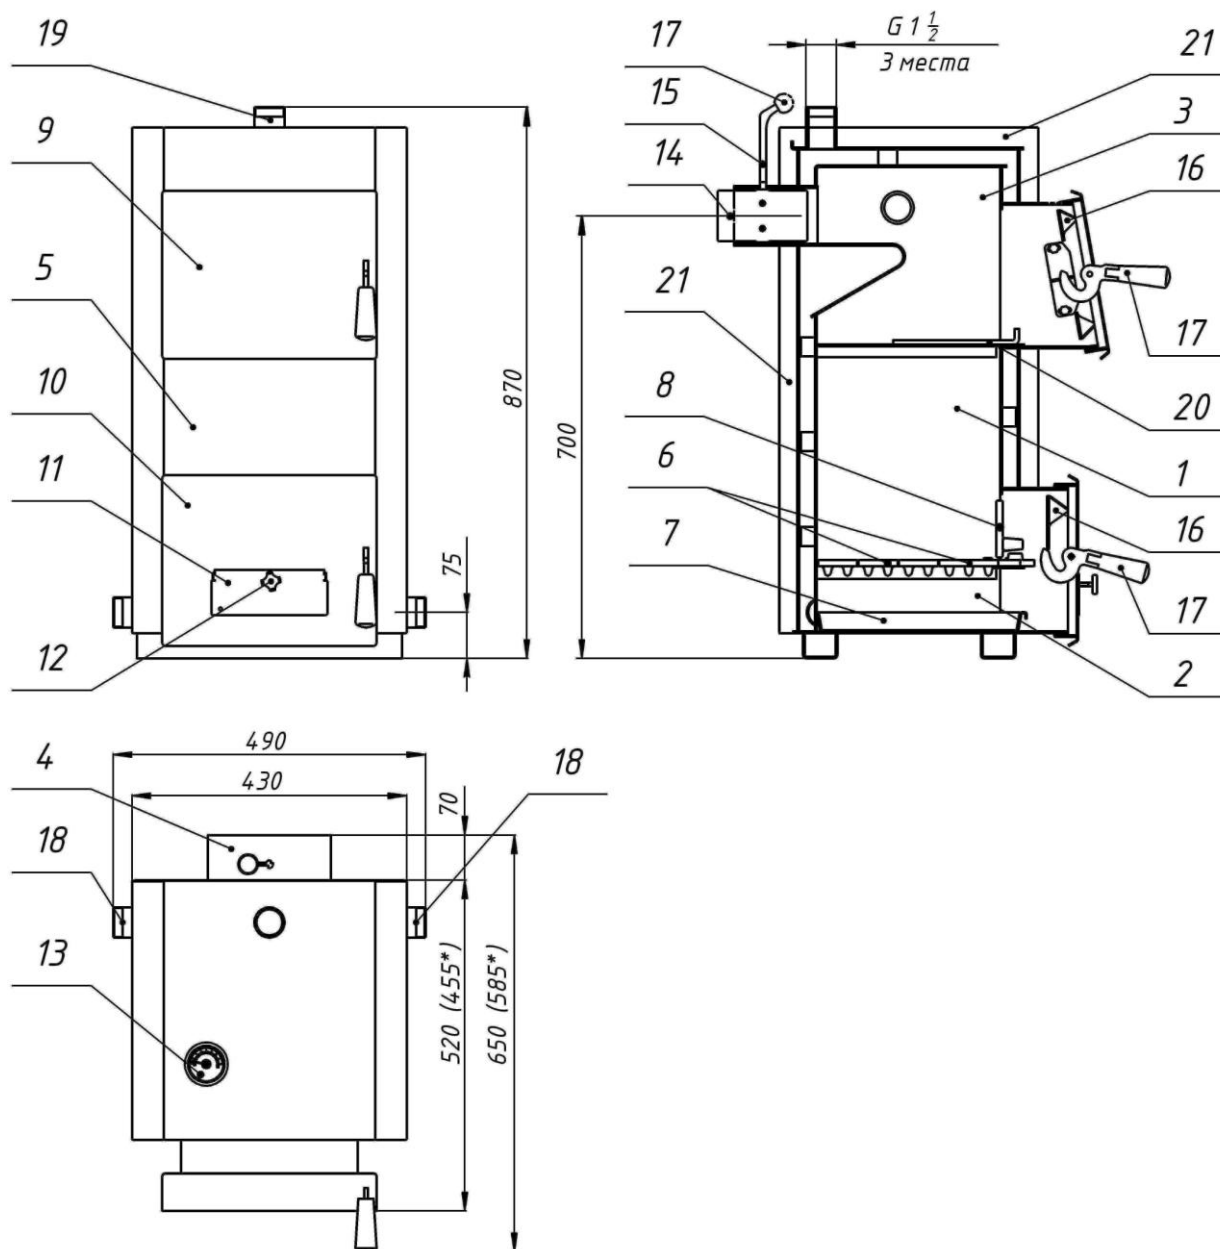

Рисунок 1. Устройство котла АОТВ 16 (*для АОТВ 12)
6.2. Открыть шибер, шуровочную дверцу и воздушную заслонку (рис.1)